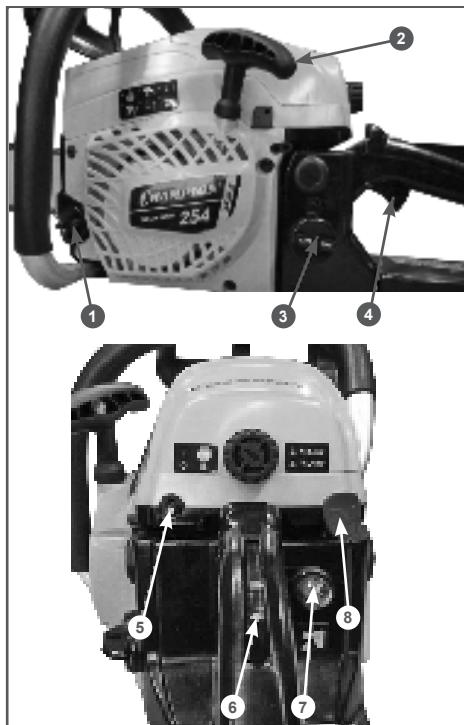

Рис. 11 Органы управления, необходимые для запуска бензопилы
1. Заполните топливный бак 3 (Рис. 11) свежеприготовленной топливной смесью.
2. Заполните масляный бак 1 (Рис. 11) чистым маслом для смазки цепи.
5. Прокачайте топливо через карбюратор. Для этого нажмите (примерно 5-10 раз) на ручной топливный насос 7 (Рис. 11) до появления в насосе топлива и возникновения сопротивления при нажатии.
6. Установите выключатель зажигания 5 (Рис. 11) в положение «I».
7. Закройте воздушную заслонку карбюратора. Для этого вытяните рычаг 8 (Рис. 11) управления воздушной заслонкой.
9. Выберите свободный ход шнура стартера. Для этого потяните за ручку стартера 2 (Рис. 11) до тех пор, пока не почувствуете сопротивление, затем сильно, но плавно потяните за ручку. Повторите эти действия 3-5 раз до первой вспышки топлива в двигателе. Двигатель не запускается, а сразу глохнет. Плавно, не бросая, верните ручку стартера на место.
10. После первой вспышки откройте воздушную заслонку, для этого нажмите на рычаг 8 (Рис. 11) управления воздушной заслонкой и верните его в исходное положение.
12. Обхватив заднюю рукоятку правой рукой, нажмите рычаг газа 4, одновременно с этим нажав на рычаг блокировки рычага газа 6 (Рис. 11).
13. Отпустите рычаг газа 4 (Рис. 11), при этом двигатель перейдет в режим холостого хода.